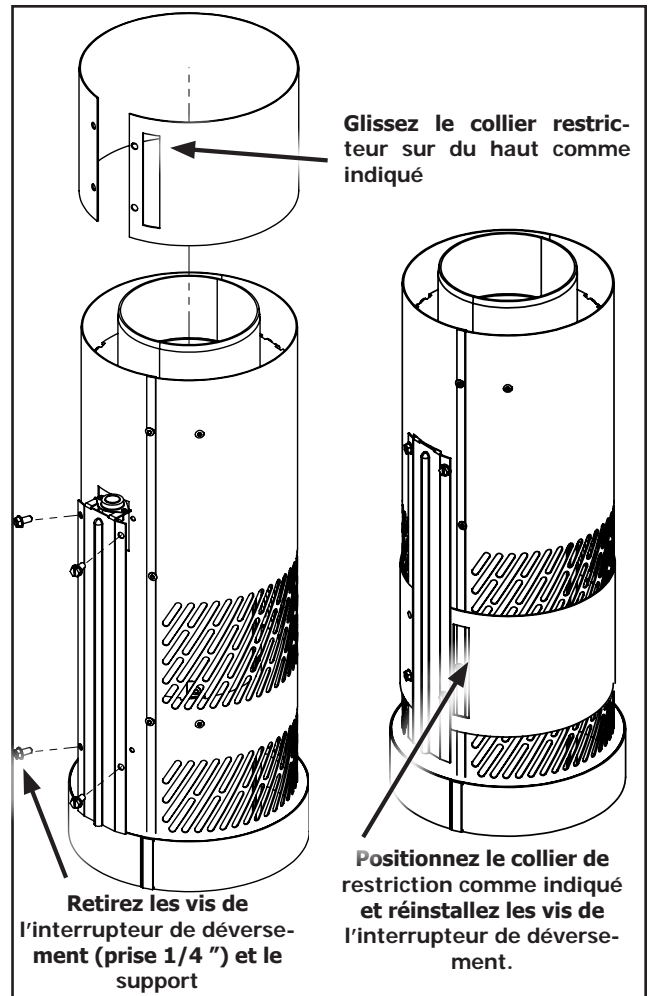

Figure 36: collier restricteur
2. Installez le collier de restriction fourni sur l'adaptateur Draffhood comme indiqué ci-dessous (Figure 36).